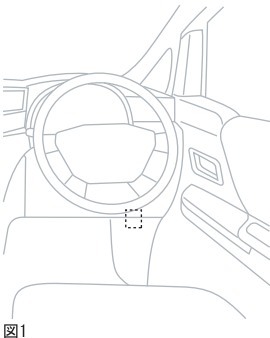

図1
- 図1からウィンカーリレーの場所を確認し、ウィンカーリレーからハーネスを外します。